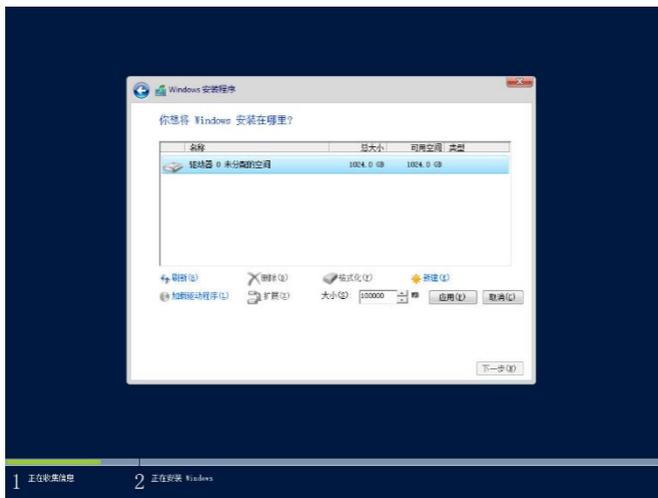

图 6-8
- i. 单击新建按钮，对磁盘进行分区。图中硬盘及分区大小仅供参考，通常安装 Windows Server 2012 建议系统磁盘的空间不小于 50G。如图 6-8 所示。